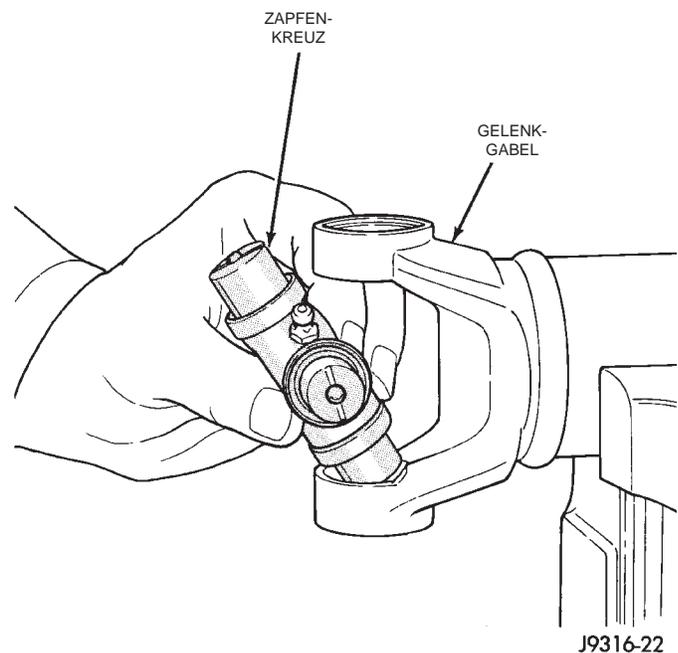

Abb. 21 Zapfenkreuz in Gelenkgabel einbauen
(2) Zapfenkreuz mit dem Schmiernippel nach oben (je nach Ausstattung) in die Gelenkgabel einsetzen (Abb. 21).